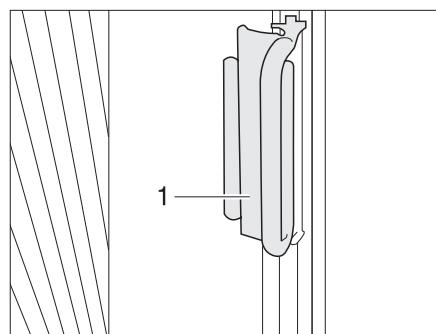

Fig. 12 Tirador de estor plegable ventana del conductor/acompañante
- Empujar los estores plegables de la ventana del conductor y la ventana del acompañante con el tirador (Fig. 12,1) a la pieza sobrepuesta. El estor plegable está asegurado.